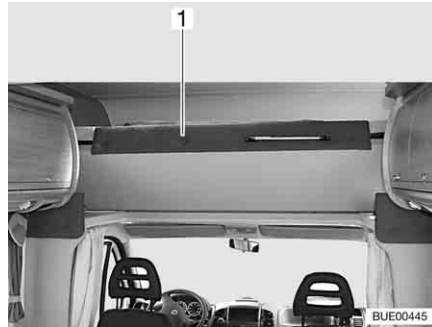

Bild 84 Alkovsäng, uppfälld
- Fäll upp alkovsängen (Bild 84,1) framtilt. Alkovsängen hålls uppe av gasfjädrar.